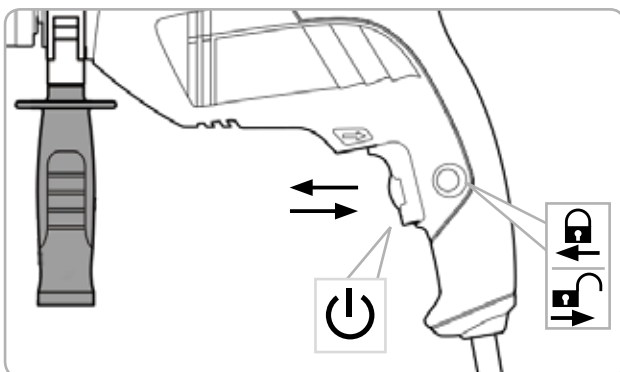

Fig.7
- Pentru a porni mașina, apăsați Întrerupătorul Fig 7
- Pentru o funcționare continuă, puteți bloca pe poziția PORNIT folosind butonul special Fig 7
- După caz deblocați apăsând butonul special de blocare și apoi apăsați Întrerupătorul pe poziția OPRIT. Fig 7
- Porniți mașina Fig 7
- Blocați comutatorul Fig 7